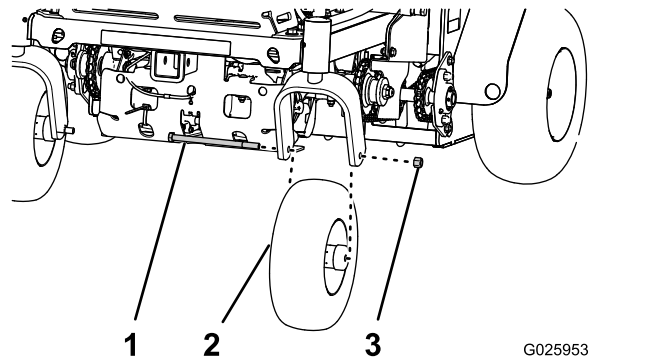

Figura 35
3. Retire la tuerca y el perno de la rueda, y retire el conjunto de la rueda giratoria de la horquilla (Figura 35).
- Alinee el orificio del eje del conjunto de la rueda giratoria entre los orificios de la horquilla de la rueda giratoria (Figura 35).
- Sujete la pieza a la horquilla con la tuerca y el perno de la rueda (Figura 35) que se retiraron en el paso 3 de Retirada del conjunto de la rueda giratoria (página 40).